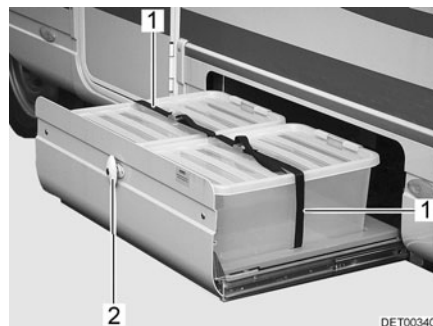

Fig. 43 Dispositivo de extracción para cajas
- Abrir la cerradura de la trampilla (Fig. 43,2) en la forma anteriormente descrita.
- Soltar las correas de sujeción (Fig. 43,1).